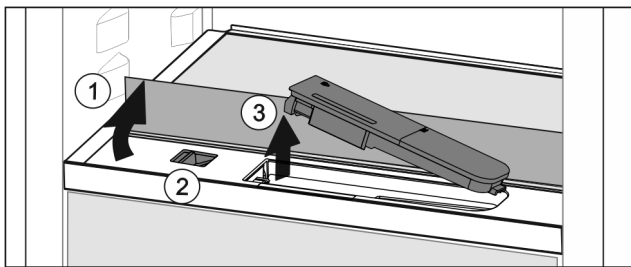

Fig. 145
- Sollevare il ripiano di vetro e ribaltarlo all'indietro fino all'arresto Fig. 145 (1).
- Spostare il cursore Fig. 145 (2) a sinistra.
- Rimuovere il serbatoio dell'acqua Fig. 145 (3).